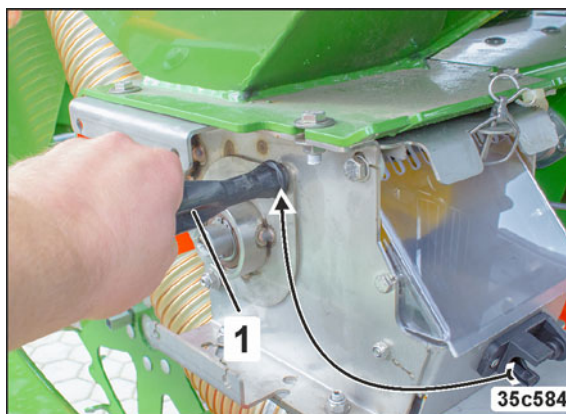

Fig. 190
3. Løsn de to møtrikker med det vedlagte værktøj (Fig. 190/1), de må ikke skrues af.